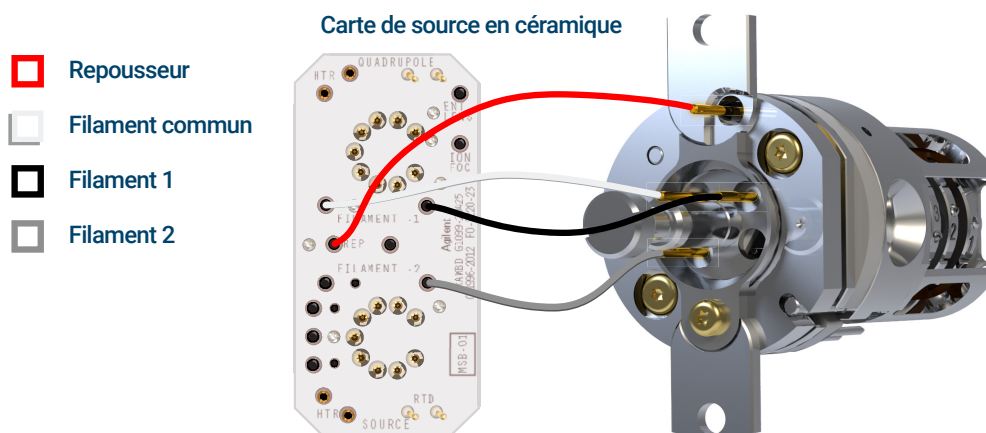

Figure 47. Câbles à connecter/déconnecter pendant l'installation ou le retrait de la source
- 1 Utiliser des brucelles ou des pinces à bec effilé pour brancher/débrancher les fils de la carte en céramique (rouge, blanc, noir et gris) au niveau des connecteurs de la source. (Voir Figure 47.)